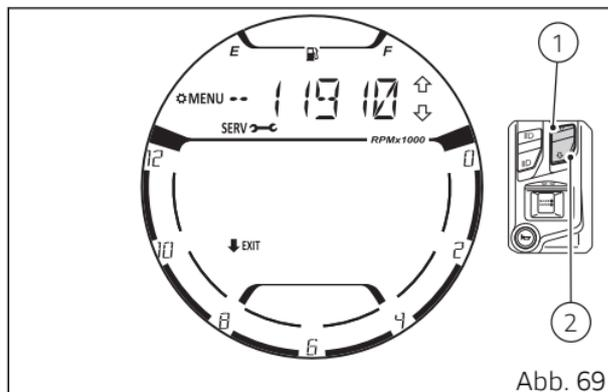

Abb. 69
Beim Öffnen der Funktion zeigt das Display als erste Information die Angabe des „Desmo Service“ (Abb. 69) an.
Auf das Drücken der Taste (1) oder (2) bringt das Cockpit die Informationen „Oil Service“ (Abb. 70), „Annual Service“ (Abb. 71) hintereinander zur Anzeige, um dann wieder auf die Anzeige der Information „Desmo Service“ (Abb. 69) umzuschalten.